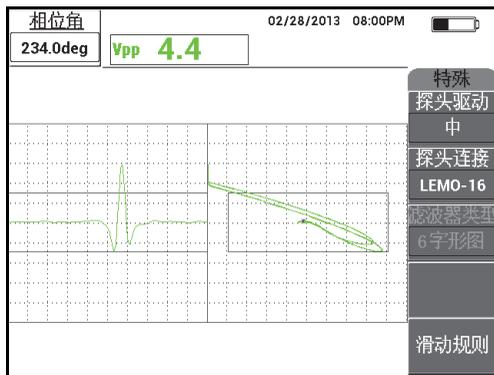

图 5-65 调节信号的角度
6. 按相位角键（），然后调节提高（探头运动）角度，以使提高信号尽可能处于水平状态，而凹槽信号朝向上方（参见第 163 页的图 5-65）。